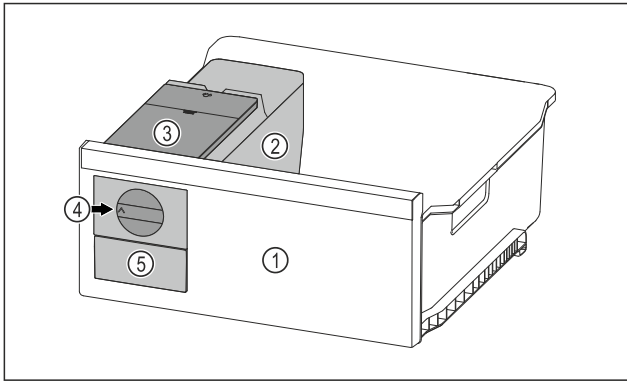

Fig. 97 Beispielhafte Darstellung
- ▶ Drehknopf Fig. 97 (4) im Uhrzeigersinn bis zum Anschlag drehen.
- ▶ Eiswürfel fallen aus der Eiswürfelschale in das Eiswürfelschubfach Fig. 97 (5).